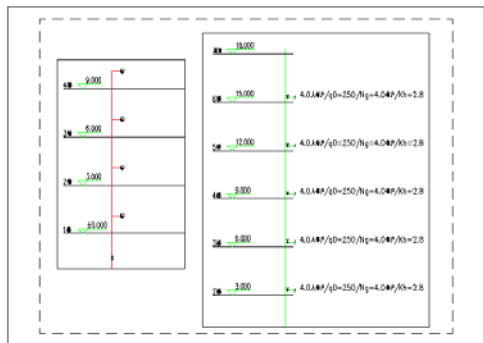

图 12-15 显示设置结果
③ 在对话框中勾选了相应的管线系统图层后，即可在图纸空间中的视口上显示设置结果，如图 12-15 所示；并可以对显示的管线系统执行打印输出操作。